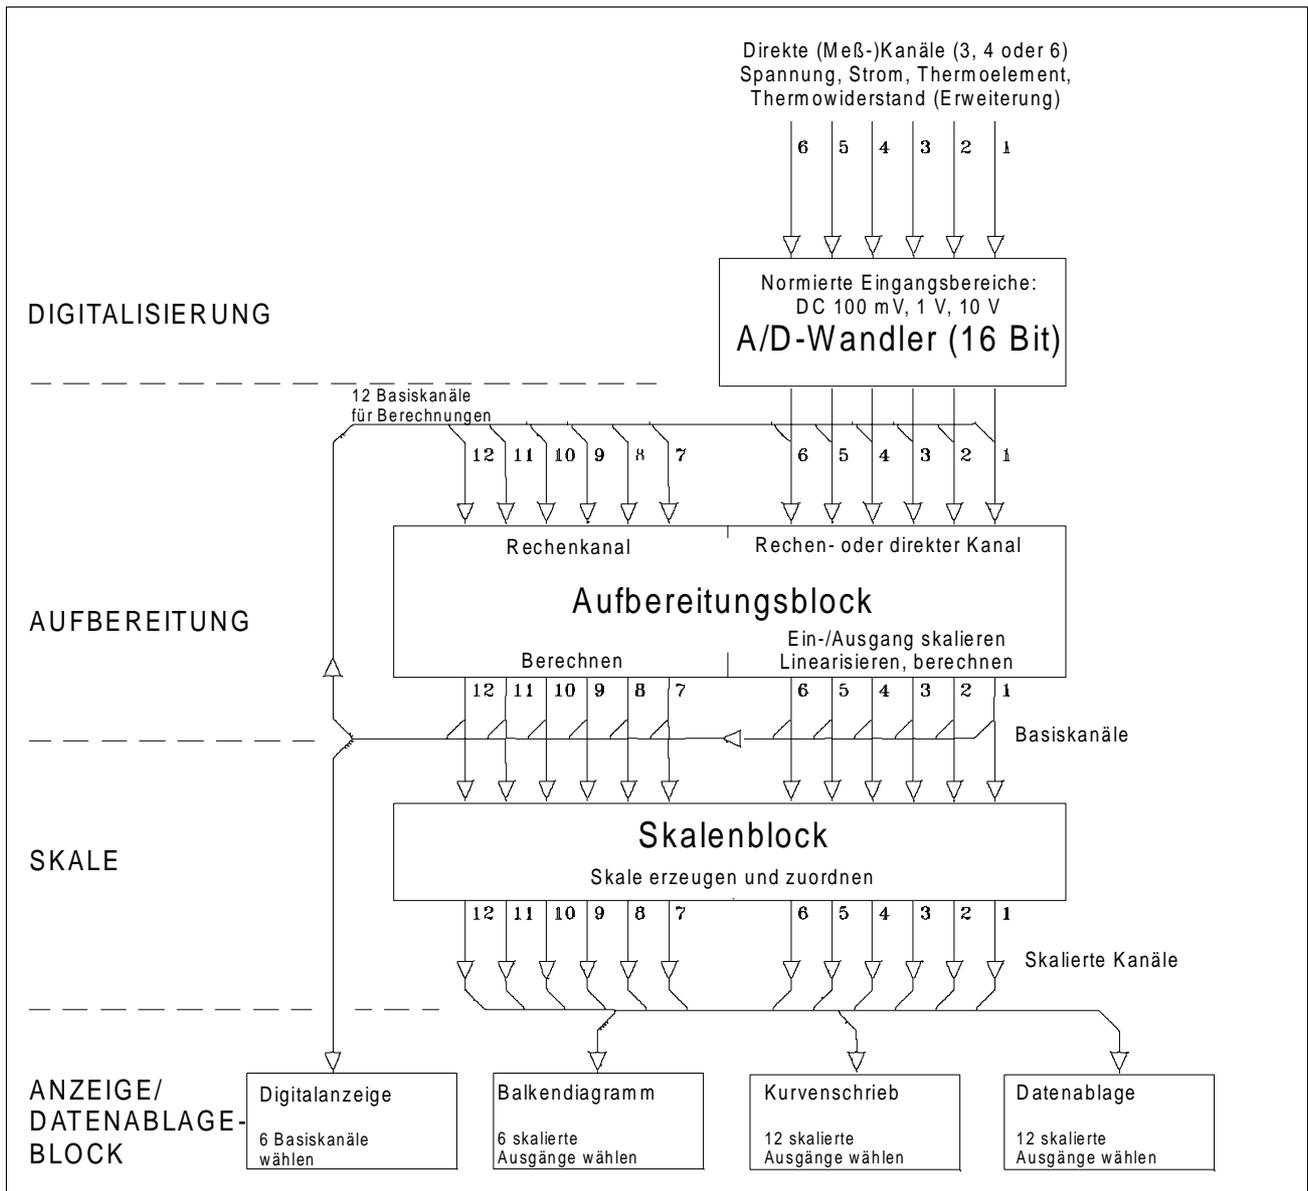

Bild 4-2 Ablaufdiagramm Werte (Ebenen der Datenverarbeitung)
4.1.1 Grundfunktionen. SIREC D ist ein 6-Kanal- oder 12-Kanal-Schreiber; je nach Ausführung können bis zu 12 Kanäle als direkte Meßeingänge konfiguriert sein. Meist liegen dort Spannungs- oder Stromwerte an. Jeder Kanal, der nicht zur Meßwerterfassung dient, ist als Rechenkanal parametrierbar. Die Eingangswerte können aufbereitet oder beliebig skaliert werden (siehe Bild 4-2).
A. Ebenen der Datenverarbeitung – Es gibt vier verschiedene Ebenen (siehe Bild 4-2) der Datenverarbeitung: Digitalisierung, Aufbereitung, Skalierung und Anzeige/Datensicherung.